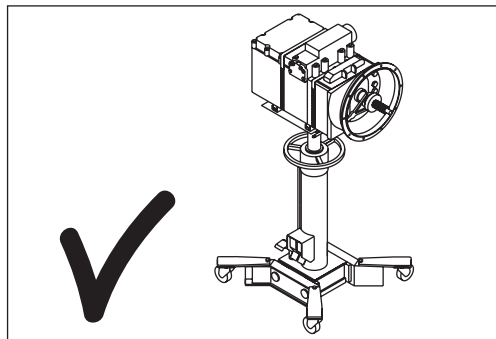

Fig. 3:
- il centro del carico insiste all'interno dell'area della base del sollevatore e all'interno dell'area della piastra (Fig. 3)